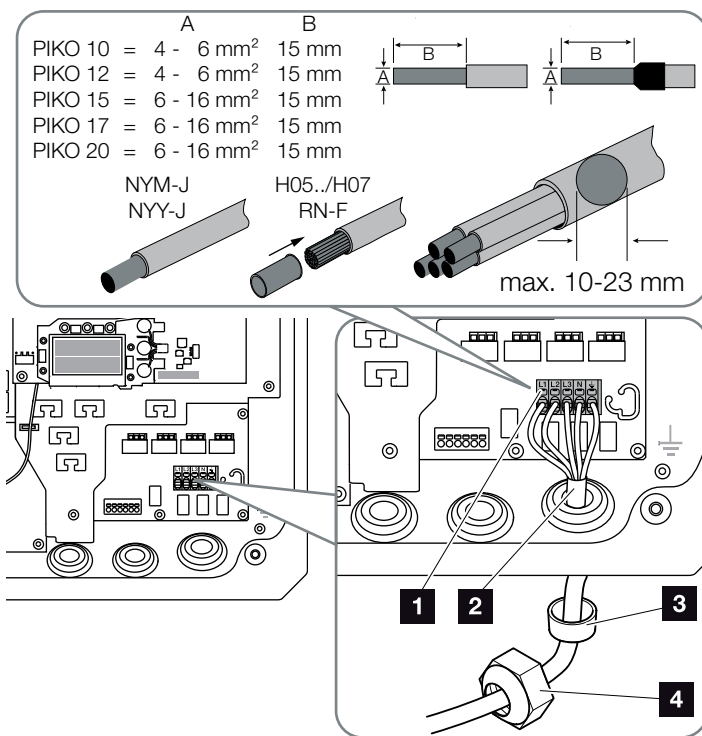

Fig. 22: Collegare il cavo di alimentazione all'inverter
7. Collegare i fili del cavo di alimentazione alla morsettieria AC secondo le indicazioni.   **Fig. 22, pos. 1**